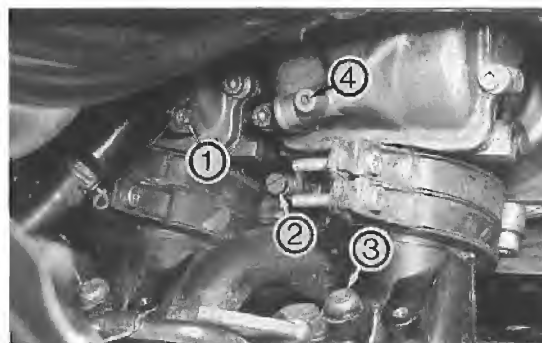

Bild 33
- Zum Vergaserabgleich Verschlusschraube ⓐ Bild 33 (bei früherer Ausführung Kunststoffstopfen abnehmen) ausdrehen und Unterdruckmessuhren mit passendem Adapter anschliessen.
- Durch Drehen der Abgleichsschrauben ⓑ Bild 33 nach rechts oder links (ausprobieren) Gleichlauf zwischen Zylinder 1 und 2 einstellen. Anschließend Zylinder 3 mit 4 abgleichen, dann Zylinder 2 mit 3.